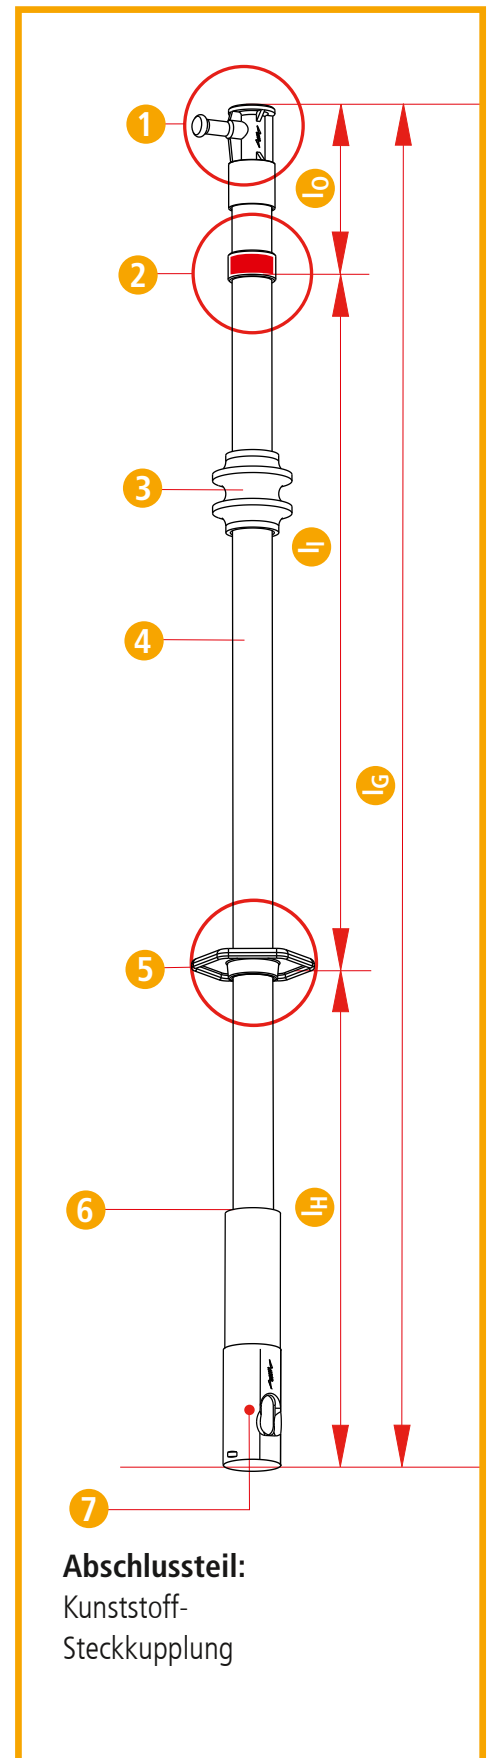

Fig. 4.1
Die **Schaltstange SCSN 36 STK 1000** besteht aus **Schaltstangenkopf ①**, **roten Ring ②**, **Isolierteil ④**, **Begrenzungsscheibe (Handschutzteller) ⑤**, **Handhabe ⑥** und **Abschlusssteil ⑦** (siehe Fig. 4.1).
Das für die Nennspannung bemessene **Isolierteil ④** ist durch die **Begrenzungsscheibe ⑤** und den **Roten Ring ②** gekennzeichnet (siehe Fig. 4.1).
Die **Schaltstange SCSN 36 STK 1000** ist am unteren Ende des Abschlusssteiles mit einer Kunststoff-Steckkupplung zur Handhabeverlängerung ausgerüstet. (siehe Fig. 4.1, Seite 7 und Pkt. 4.2, Seite 8).